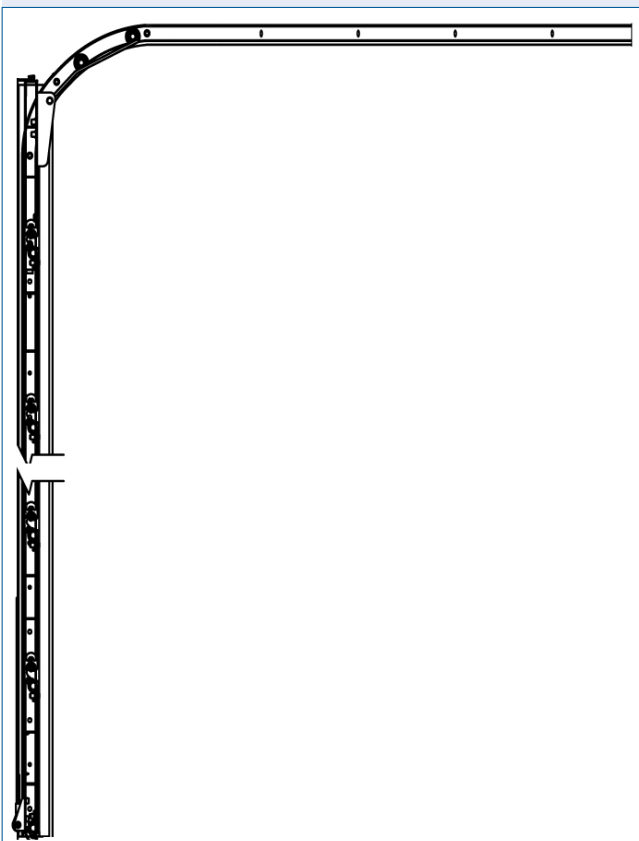

Abb. 3.1.1
- Positionieren Sie die **horizontalen Führungsschienen** im Winkel von 90° zur vertikalen Führungsschiene (s. Abb. 3.1.1 u. Einbauzeichnung) in Verlängerung des Radius und parallel zum Dach.